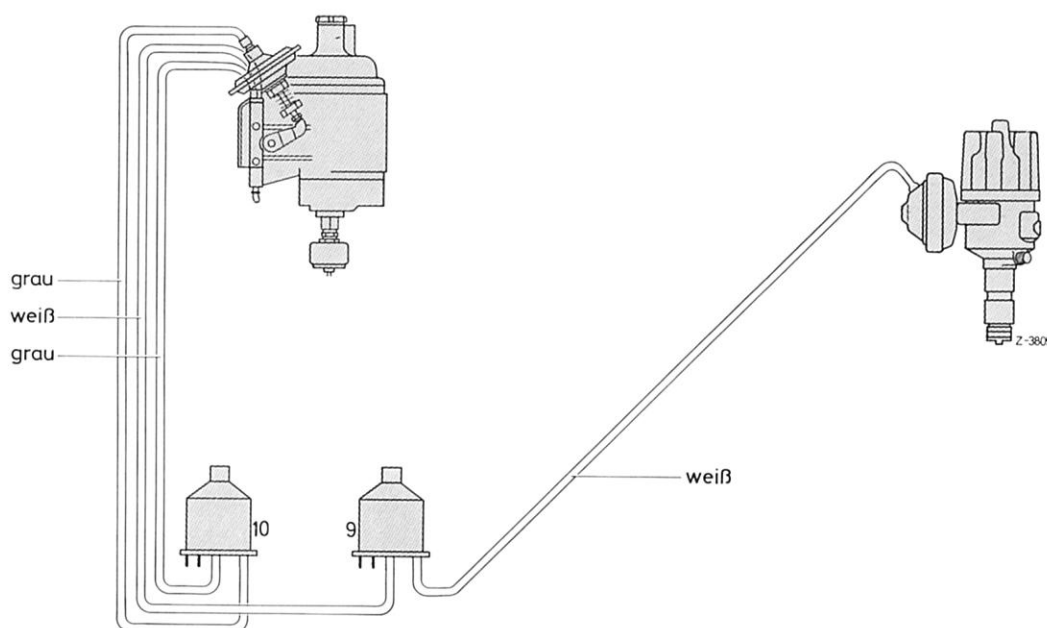

Bild 14–16/1 Anordnung Unterdruckleitungen
Im Leerlauf und im unteren Teillastbereich bis 2400 U/min gelangt der Saugrohrunterdruck über das Zweiwegeventil (9) zur Unterdruckdose am Zündverteiler und bewirkt eine Verstellung des Zündzeitpunktes in Richtung spät (Bild 14–16/1).